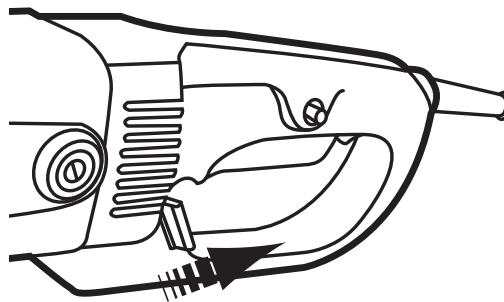

Abb. 16
1. Ziehen Sie die Entriegelung (5) mit Daumen und Zeigefinger heraus und halten Sie diese in Position (Abb. 16).